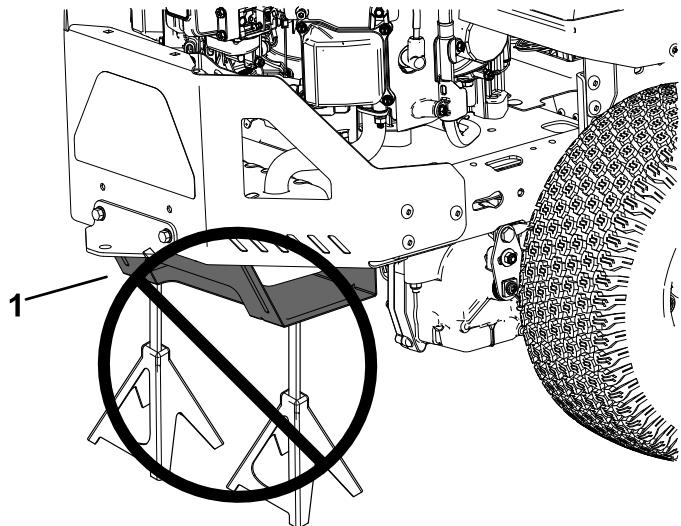

Figure 32
**Si vous soutenez la machine en vous servant de la protection inférieure du silencieux (Figure 32), vous risquez d'endommager la protection et de faire tomber la machine, vous blessant ou blessant d'autres personnes.**